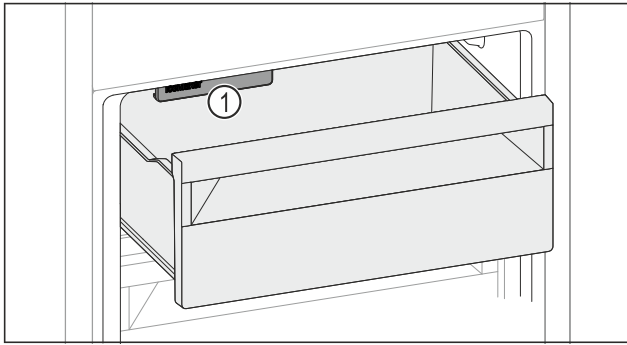

Fig. 56
- Tenez compte de l'IceMaker Fig. 56 (1).